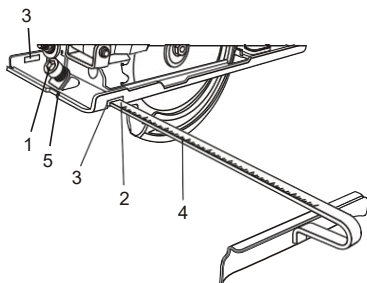

Fig. 5
1. Afloje el tornillo de bloqueo de la guía del borde (1) en sentido antihorario aproximadamente 2 vueltas con la llave hexagonal de 5 mm (Fig. 5).
2. Deslice la varilla de montaje de la guía de borde (2) en las ranuras de montaje (3) en la placa de suela.
3. Alinee el ancho de corte deseado en la báscula (3) con la marca de corte de 0 ° (5) en la placa de suela.